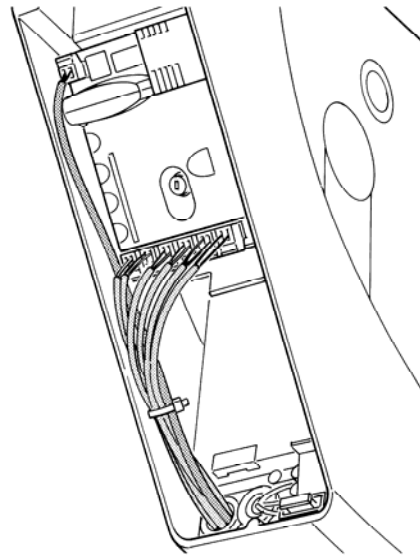

Fig. 6
2. Desserrer le presse-étoupe libre et faire passer les câbles pour la connexion aux bornes de la logique. Laisser les câbles 20÷30 cm plus longs que nécessaire. Voir le tableau N°1 pour le type de câble et la Fig. 6 pour les connexions.